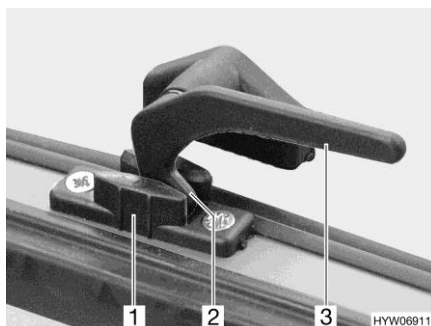

Fig. 62 Leva di serraggio (posizione "Aerazione continua")
- In posizione di "Aerazione continua" (Fig. 62)
- Ruotare tutte le leve di serraggio (Fig. 62,3) di un quarto di giro verso il centro della finestra.
- Girare nuovamente all'indietro tutte le leve di serraggio. Riportare contemporaneamente il nasello di chiusura (Fig. 62,2) nella rientranza della chiusura della finestra (Fig. 62,1).